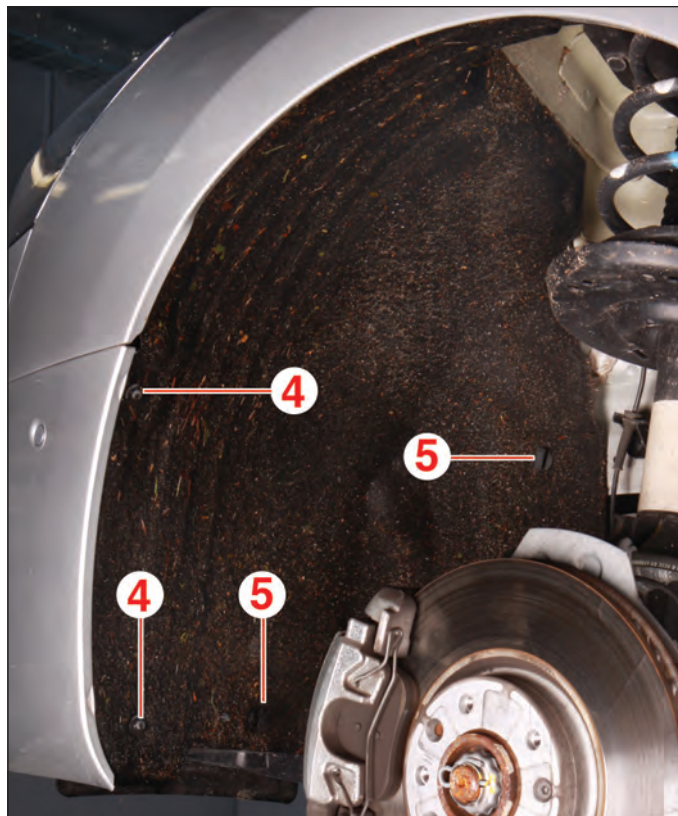

FIG.1
- les vis (4) (Fig.1),
- les agrafes (5).